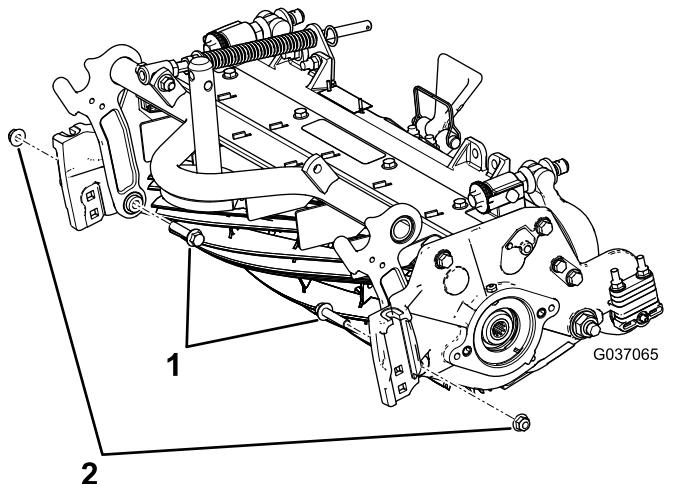

Рисунок 7
- B. Установите 2 имеющихся болта с фланцевыми головками с внутренней стороны режущего блока и закрепите их фланцевыми контргайками $\frac{3}{8}$ дюйма (Рисунок 7).